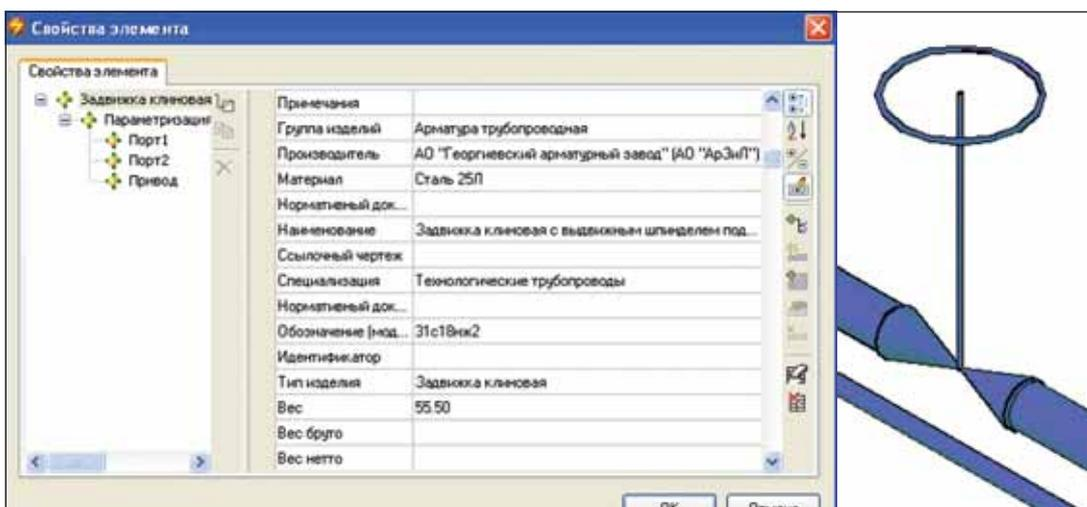

Рис. 11. Вставка арматуры из базы данных
- *вставка арматуры непосредственно из базы данных* (рис. 11). В этом случае арматура содержит весь набор сведений, необходимых для формирования проектной документации.